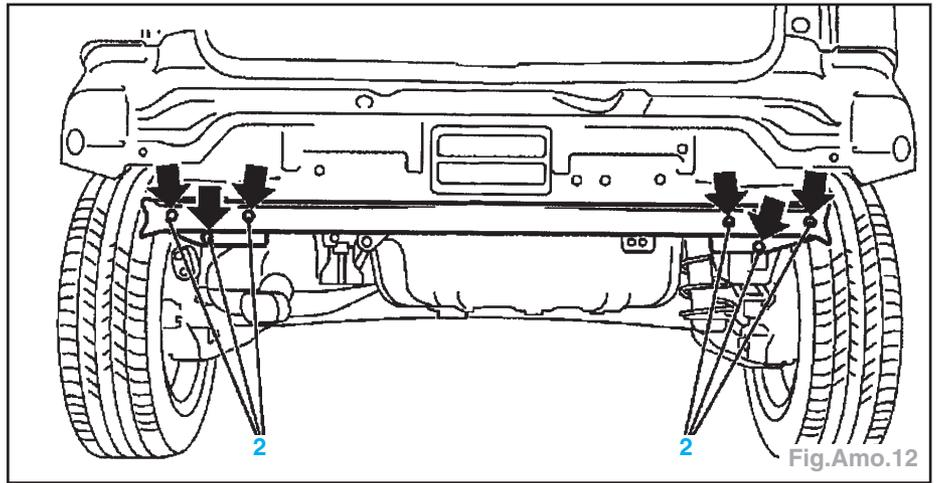

Fig.Amo.12
- les 6 vis du support arrière (Fig.Amo.12).